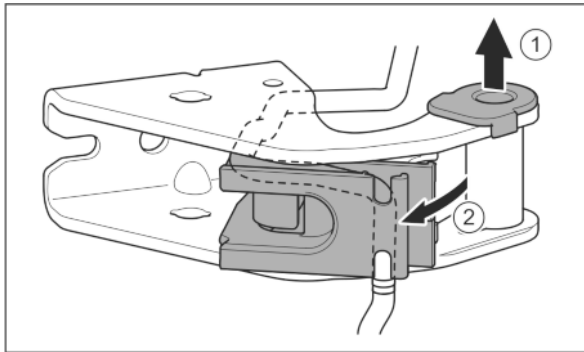

Fig. 24
- ▶ Tirer la douille de palier en dehors du guide. Fig. 24 (1)
- ▶ Incliner le support de câble vers l'extérieur. Fig. 24 (2)